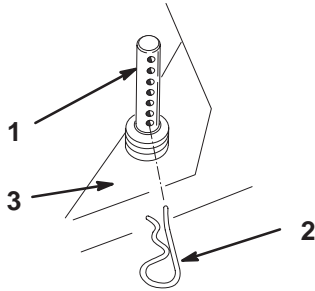

Figure 21
2. Soulevez légèrement le plateau de coupe par les poignées et retirez les goupilles fendues qui se trouvent dans les montants de réglage de la hauteur de coupe. Dissociez ensuite le plateau de coupe du bâti porteur (Fig. 21).